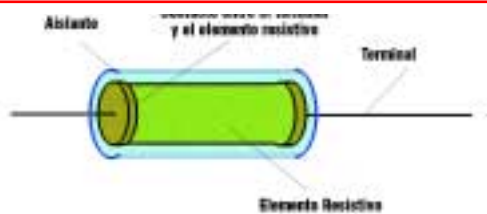

Figura 6
2) Graficando los valores de las tensiones y corrientes de un conductor obtenemos la representación siguiente (figura 6).